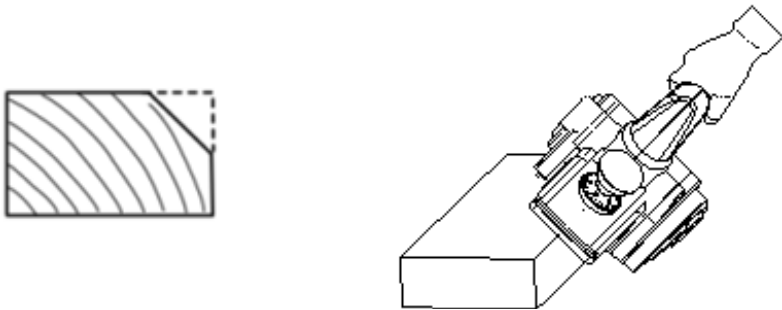

Рисунок 4. Схема роботи виробом для зняття фаски.
5.2.2 Стругання фаски (рис. 4).